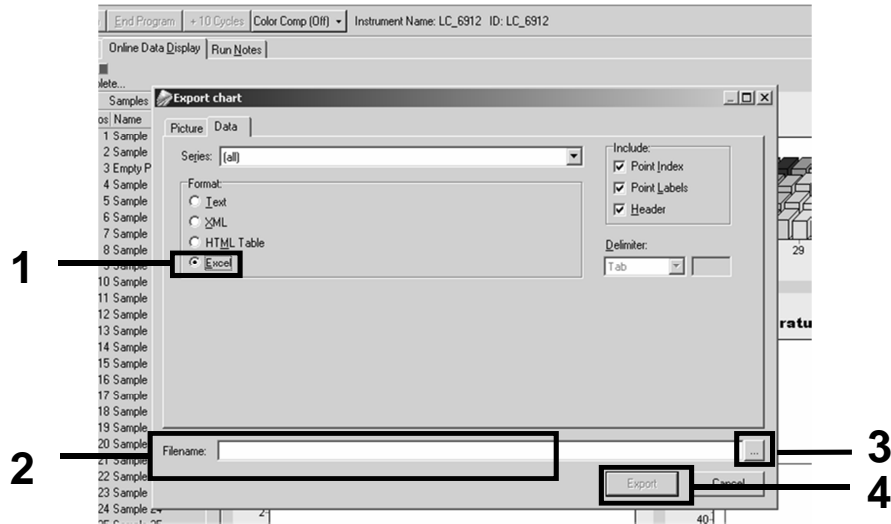

Figure 30. Sélection du format d'exportation et de la destination du fichier de données
13. Cocher « Excel » dans la boîte de dialogue « Export Chart » (Exporter le graphique, figure 30). Saisir un nom dans le champ « Filename » (Nom du fichier). Sélectionner une destination d'exportation pour le fichier de résultats à l'aide du bouton . Cliquer sur « Export » (Exporter).